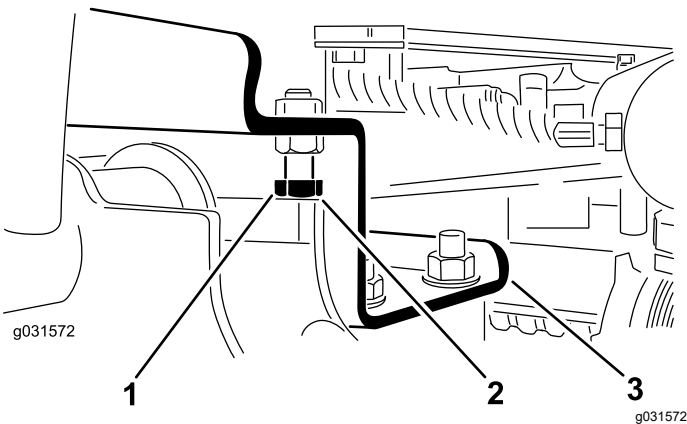

図 12
- A. ストップボルトを戻す 図 12。
2. 各昇降アームとストップボルトとの隙間が、図 12のように 0.13-1.02 mmの間にあるかどうか点検する。